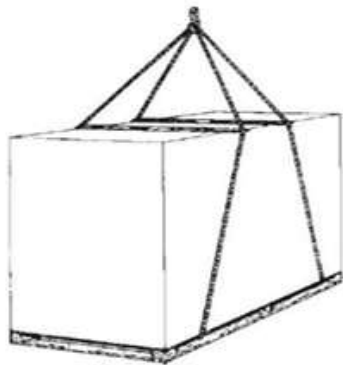

Abbildung 2
3. Beim Heben und Transportieren des Geräts sollte ein Zerkratzen oder eine Verformung der Verpackung bzw. der Einheit vermieden werden, und es sollten Schutzpolster oder andere Stützen auf den Kontaktbereich zwischen dem Stoffgürtel und der Karosserie gelegt werden. Siehe die folgende schematische Darstellung (Abbildung 2).